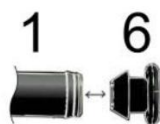

Рис.2
7. Установите заглушки (6) на концах подающего шланга (1) в соответствии с общей схемой и рис.2.